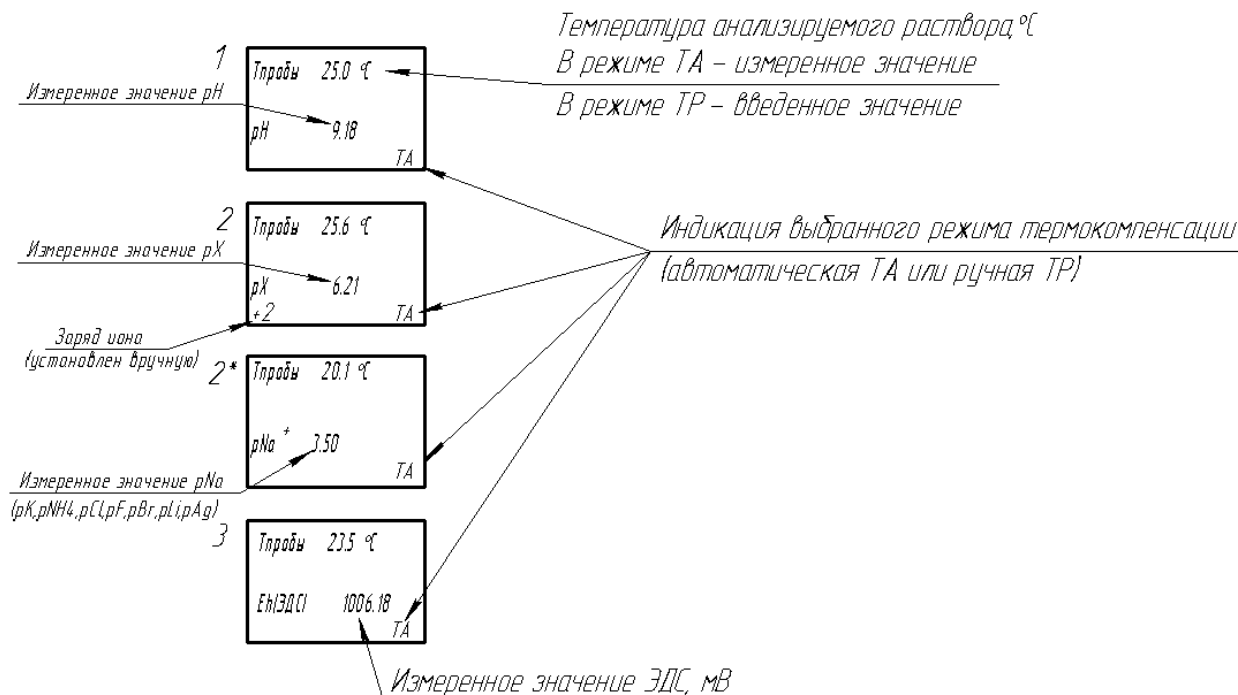

Рисунок 2.1 - Отображение информации в режиме ИЗМЕРЕНИЕ.
3 - при измерении ЭДС электродной системы. Режимы индикации выбираются в подменю режима УСТАНОВКА (см. рисунок 2.1);
2.3.4.1 В этом режиме пульт, в зависимости от выбранного режима индикации, отображает на ЖКИ измеренное анализатором значение активности ионов водорода (рН), активности других одновалентных и двухвалентных анионов и катионов (рХ (либо рNa, рК, рNH₄, рCl, рF, рBr, рLi, рAg)), электродвижущей силы (ЭДС) электродной системы и температуры (Т) анализируемых водных растворов (см. рисунок 2.1).